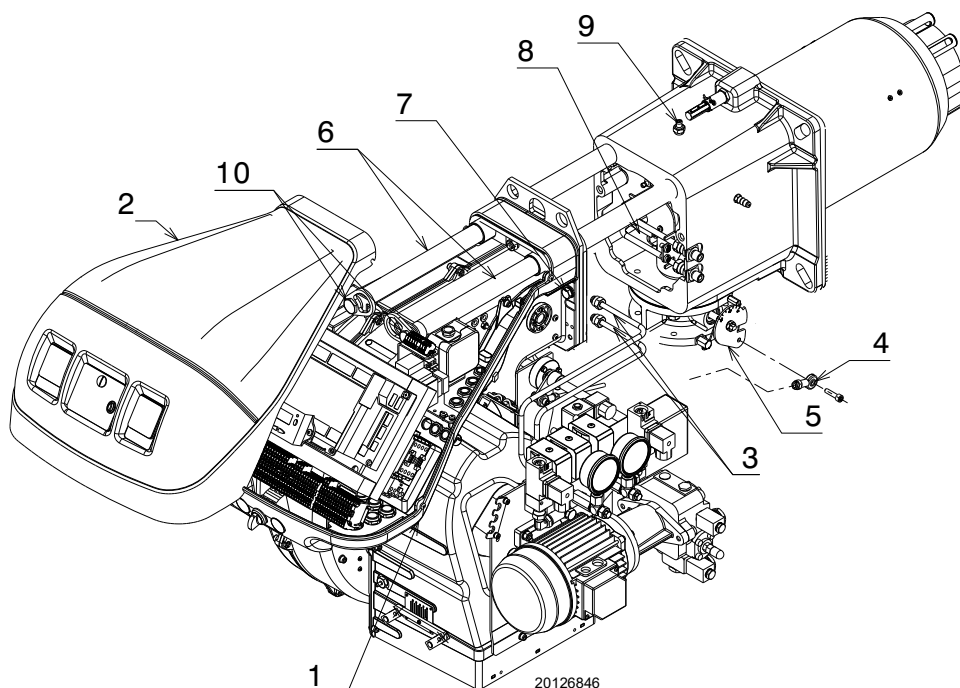

Fig. 56
- Slăbiți cele 4 șuruburi 1)(Fig. 56) și scoateți capota 2).
- Scoateți cele două extensii din ghidajele 6)(Fig. 56).